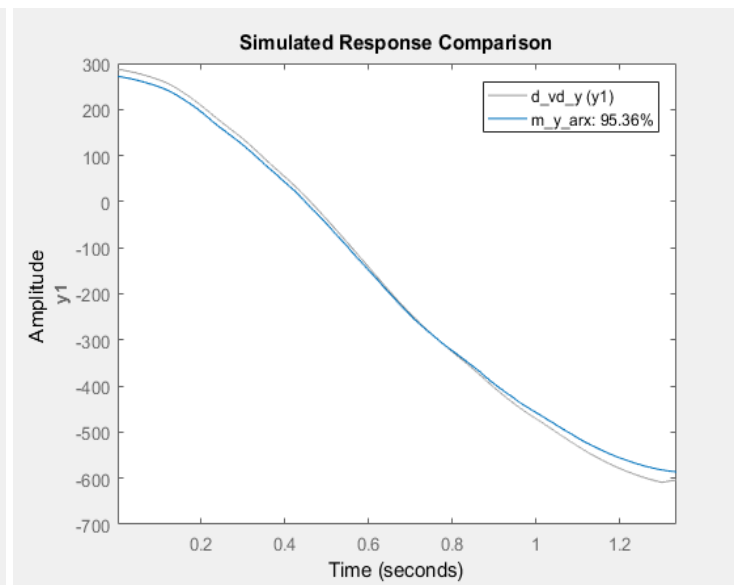

Figura 9
- comparam iesirea modelului cu iesirea masurata:  $compare(d\_vd\_y, m\_y\_arx)$  (Figura 9)